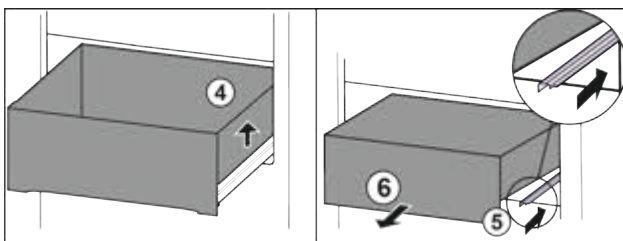

Fig. 78
- ▶ Підняти висувний ящик праворуч. Fig. 78 (4)
- ▶ Вставити праву рейку. Fig. 78 (5)
- ▶ Вийняти висувний ящик рухом вперед. Fig. 78 (6)